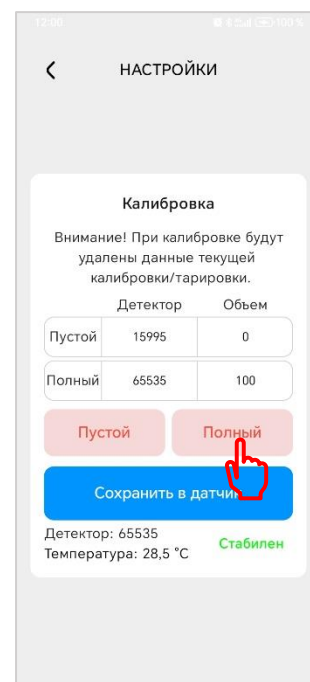

Рис. 5.19
5. Ввести объём топлива во вторую строку и дождавшись стабильного значения детектора, нажать на кнопку «Полный». В строку занесётся значение детектора полной ёмкости (рис. 5.19).